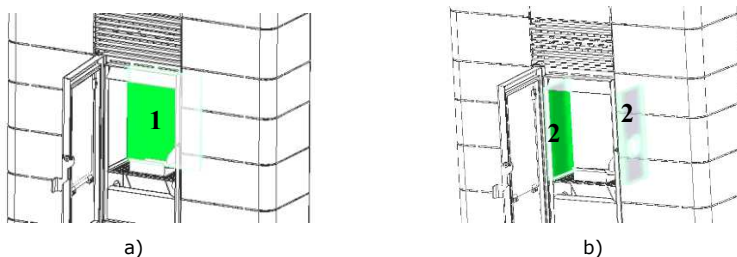

Figura 122 - Remoção peças em vermiculite
De seguida remover as peças em vermiculite, para isso deverá desencaixá-las dos apoios que a suportam, Figura 122. Para retirar estas é necessário seguir uma sequência, deve-se remover em primeiro a vermiculite posterior (1) e só depois as laterais (2).